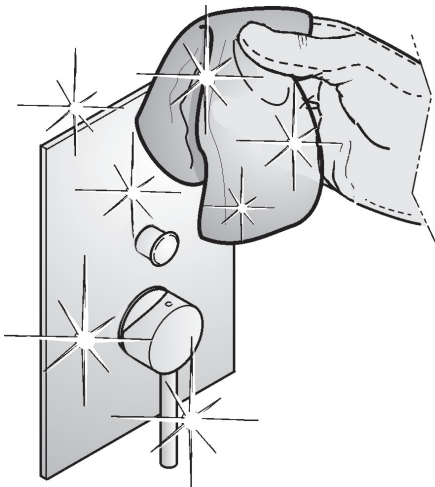

Fig. 17
- Con un panno, eseguire una accurata pulizia. (Fig. 17)
- Use a rag to clean thoroughly (Fig. 17).